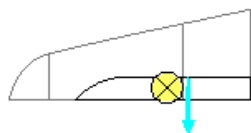

图 6.3.5 切削方向
Step6. 在操控板中选取两侧深度类型均为 （穿过所有）；切削方向如图 6.3.5 所示。